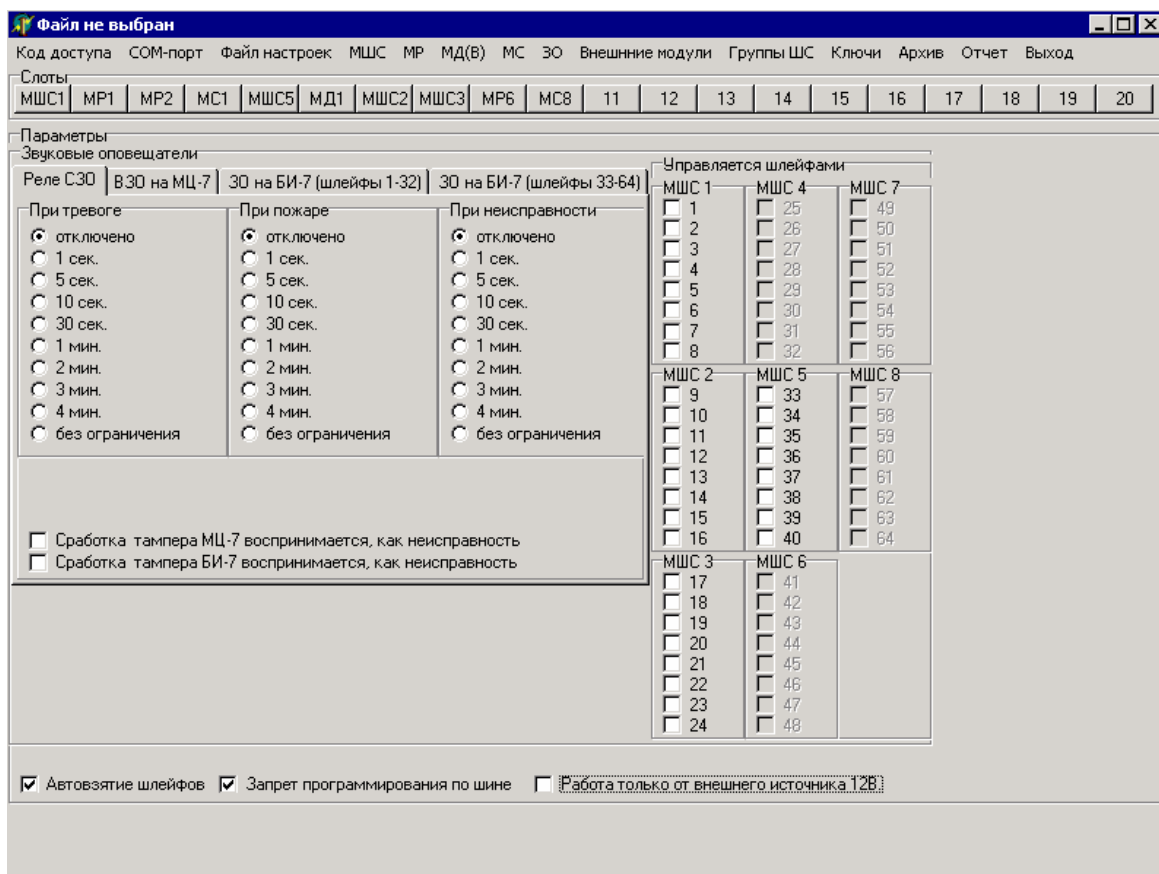

Рис. 12
2.1.4.1 Для программирования режима работы любых звуковых оповещателей прибора (далее по тексту – ЗО) используется команда главного меню «ЗО». В результате выполнения этой команды в основном окне программы появляется панель со списком программируемых параметров режима работы всех ЗО прибора, состоящая из четырех закладок (рисунок 12):
2.1.4.2 При программировании режима работы любого ЗО прибора на панели «Управляется шлейфами» находится список, состоящий из 64-х ШС. Доступными для программирования в этом списке являются те ШС, которые реально включены в конфигурацию прибора (рисунок 12).